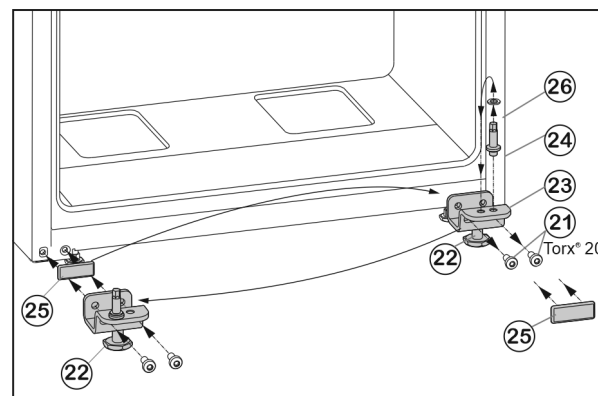

Fig. 7
- ▶ Odkręcić śruby mocujące Fig. 7 (21).
- ▶ Usunąć dolną płytkę zawiasu Fig. 7 (23), wraz z trzpieniem zawiasu Fig. 7 (24), podkładką Fig. 7 (26) i nóżką Fig. 7 (22).
- ▶ Odkręcić całą trzpień zawiasu Fig. 7 (24) z podkładką Fig. 7 (26), przetożyć do przeciwległego otworu mocującego płytki zawiasu i tam dokręcić.
- ▶ Ostrożnie zdjąć płytkę osłaniającą Fig. 7 (25) i przetożyć na przeciwną stronę.
- ▶ Całą dolną płytkę zawiasu Fig. 7 (23) wraz z trzpieniem zawiasu Fig. 7 (24), podkładką Fig. 7 (26) i nóżką Fig. 7 (22) ponownie przykręcić po nowej stronie zawiasu, ew. przy użyciu wkrętarki akumulatorowej (z siłą 4 Nm).
- ▶ Założyć dolne drzwi od góry na sworznie zawiasu Fig. 7 (24).
- ▶ Wykręcić nóżkę Fig. 7 (22) przy dolnej płytce zawiasu Fig. 7 (23), aż będzie przylegać do podłoża.